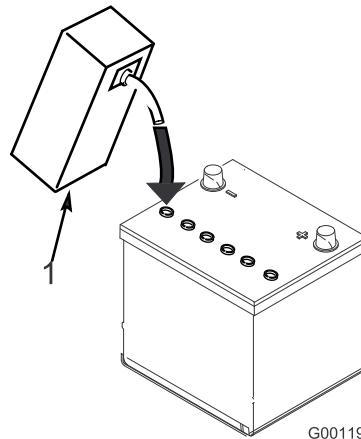

Figura 5
4. Attendete circa 20 o 30 minuti perché le piastre assorbano l'elettrolito. All'occorrenza rabboccate finché l'elettrolito non è a circa 6 mm dalla base della tazza di riempimento (Figura 5).
3. Riempite con cautela ciascun elemento di elettrolito finché le piastre non sono coperte con circa 6 mm di fluido (Figura 5).